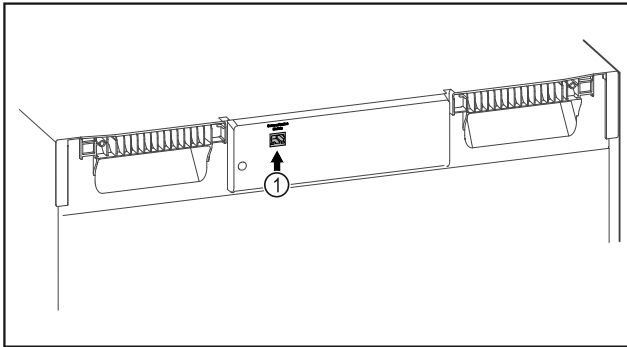

Fig. 138
- ☐ Το SmartModule Fig. 138 (1) είναι τοποθετημένο.